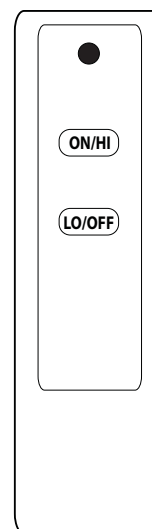

Fig. 24-1 Détail télécommande
2. Localiser la télécommande et appuyez sur le bouton **ON/HI** (voir Fig. 24-1). La séquence d'allumage commence.